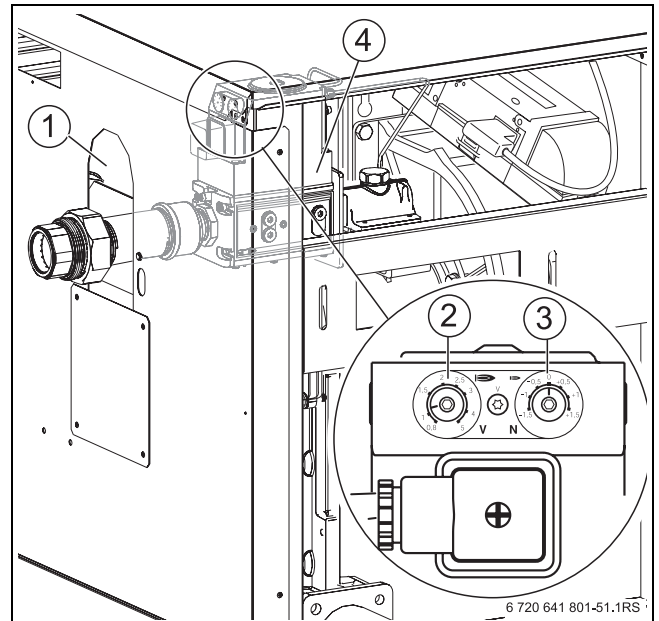

Fig. 34 Conversion à une autre catégorie de gaz (chaudières de 200 à 280 kW)
- ▶ Augmenter la valeur de la vis de réglage V (→ fig. 34, [2]) de 0,5, par ex. de 1,1 à 1,6.
- ▶ Diminuer la valeur de réglage V (→ fig. 34, [2]) de 0,5, par ex. de 1,6 à 1,1.